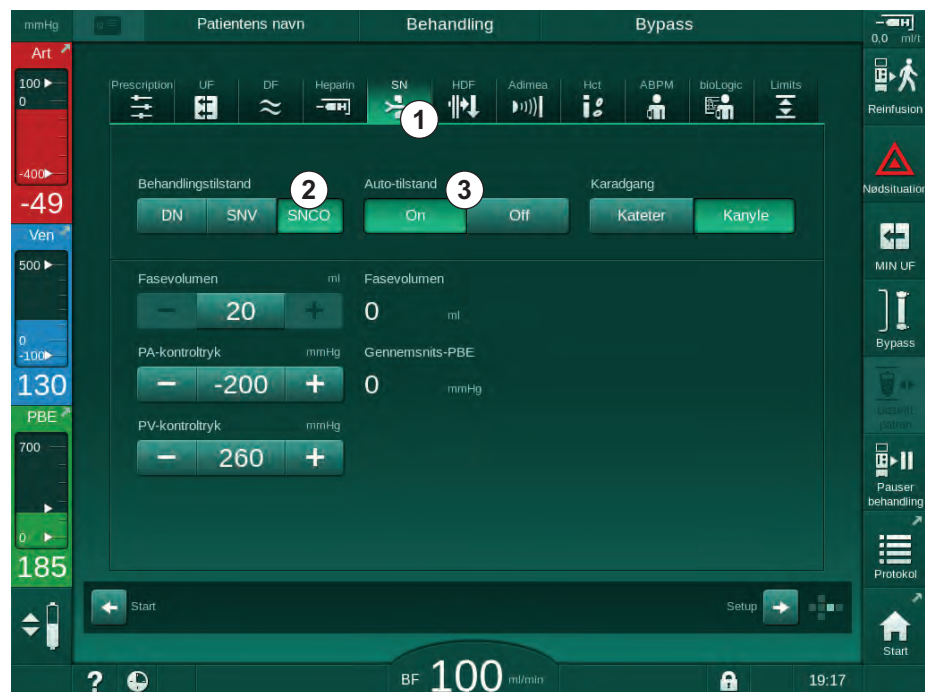

Fig. 9-1 Skift til Single-needle-cross-over-behandling
2. Tryk på ikonet *SN* (Fig. 9-1, ①).